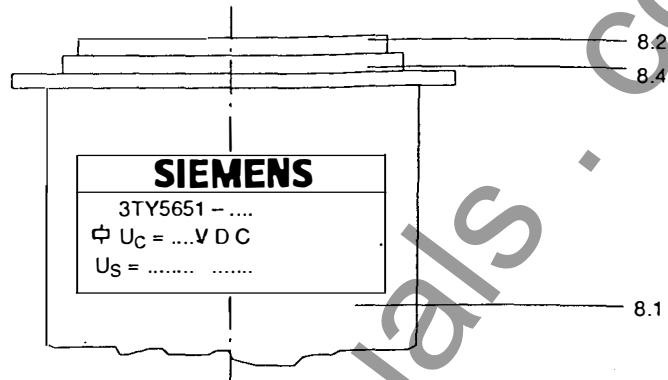

Fig. 8
- Befestigungsschrauben 8.5 für die Magnetspule 8.1 (alt) (Fig. 8) auf der Rückseite des Vakuumschützes lösen, s. Hinweisschild
- Unscrew the fixing screws 8.5 for the old magnet coil 8.1 (Fig. 8) at the rear of the vacuum contactor, see instruction plate
- Spulenpaar 8.1 alt gegen neu (Fig. 8) austauschen
Magnetkerne 8.2 (Fig. 8)
Dämpfungen 8.4 (Fig. 8)
- Replace the old pair of coils 8.1 with the new one (Fig. 8)
Magnetic cores 8.2 (Fig. 8)
Damping elements 8.4 (Fig. 8)